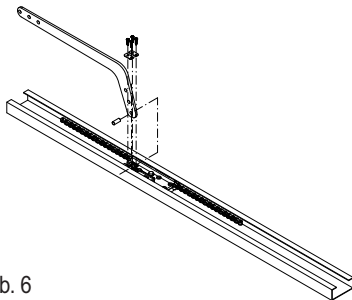

Abb. 6
- Den Schlepparm montieren (Abb. 6).